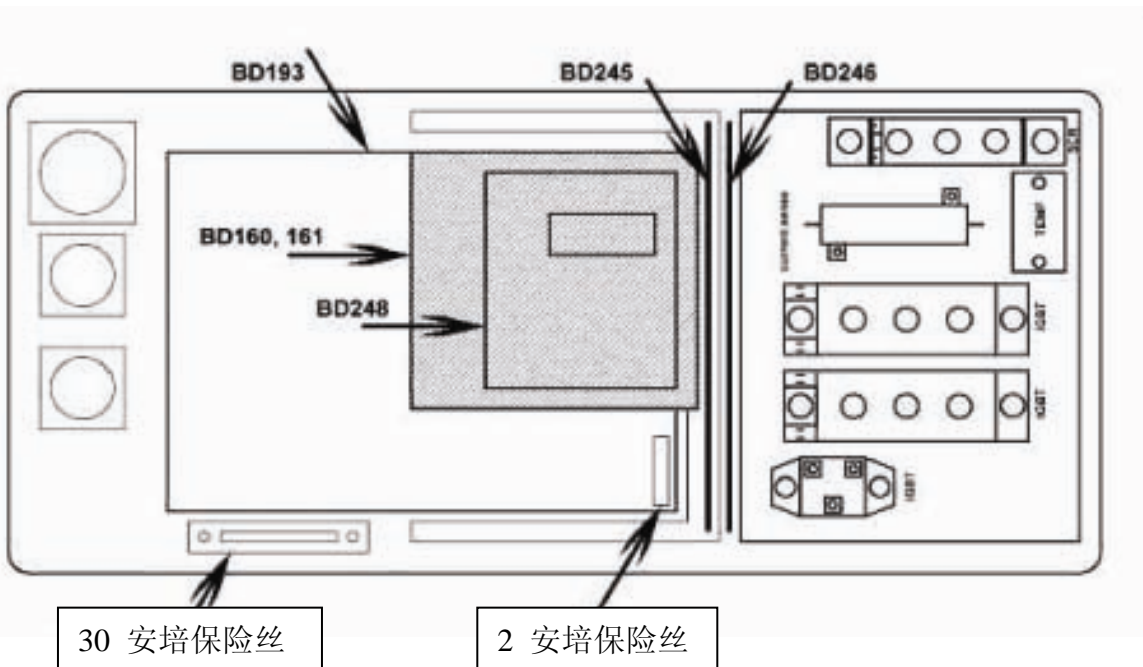

图 3：板区
- 5) 没有电输出：检查在前面板侧面的 30 安培保险丝（见图 3）。
- 6) 没有逻辑电源：检查逻辑电池是否已经插上了。坚持电池电压。如果这些都没有问题，检查 2 安培保险丝（见图 3）。